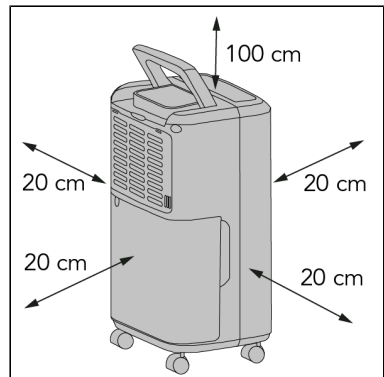

Abbildung 26.
2. Halten Sie die folgenden Mindestabstände ein, um eine gute Luftzirkulation des Geräts zu gewährleisten (Abbildung 26*):